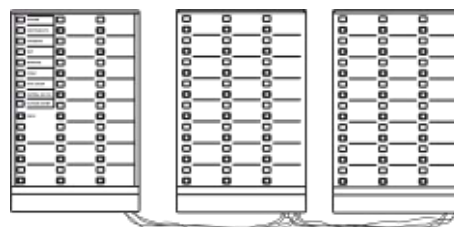

Рисунок 3
8.1 БИР рекомендуется устанавливать на стене рядом с БИ и подключать к БИ последовательно: к БИ подключается первый БИР, к первому - второй БИР и т. д. Располагать подключаемые БИР следует как можно ближе к БИ и друг к другу, чтобы общая длина проводов не превышала **10 м** (рисунок 3).